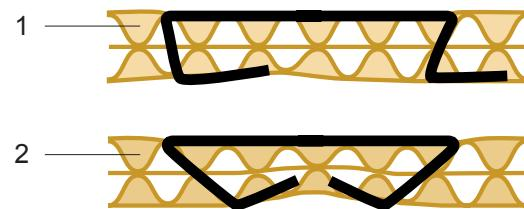

Fig. 9
Chaque pince d'agrafage est soigneusement vérifiée avant la livraison. En raison d'une utilisation peu soigneeuse au cours de l'utilisation, il est possible que l'enclume doive à nouveau être ajustée. Un agrafage incorrect (Fig. 9/1) peut alors survenir.
- Lorsque l'enclume est correctement ajustée, l'agrafage doit avoir la même allure que la Fig. 9/2.